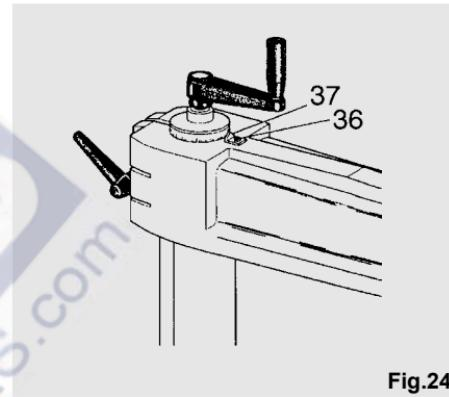

Fig.24
Når den vinkelrette indstilling af armen i forhold til anslagslinealen er nået, skal man placere viseren på armen (se fig. 24). Slæk skruen (36) og flyt viseren (37) til position 0 på den trininddelte skydelære.